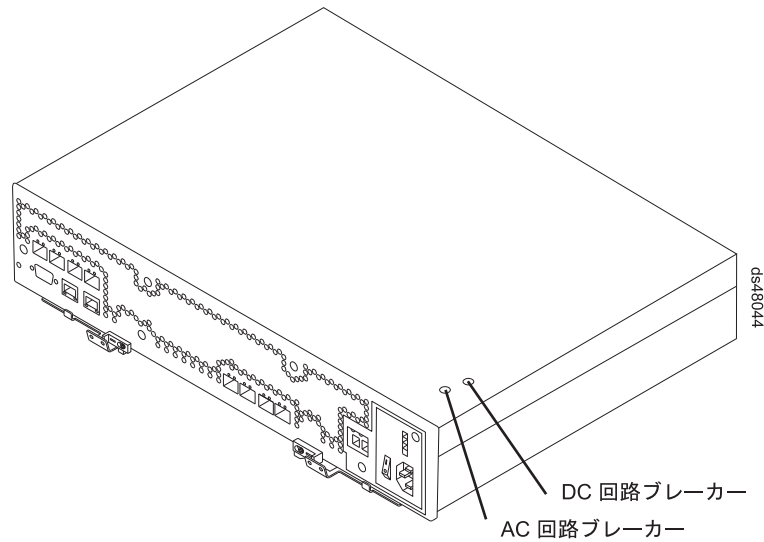

図 83. 回路ブレーカーのアクセス・ホール
8. コントローラーのカバーにある該当の穴を通して非導電性スタイラスを差し込み、静かに下に押します。AC 回路ブレーカーの上に穴が 1 つあり、DC 回路ブレーカーの上に 2 つ目の穴があります。(DC は、DS4800 について、現在サポートされていません。) 161 ページの図 83 は、コントローラー B のカバーにある回路ブレーカーのアクセス・ホールの位置を示します。
注: コントローラー A および B が DS4800 内のそれぞれのコントローラー・スロットに挿入されると、回路ブレーカーのアクセス・ホールの位置は、以下ようになります。コントローラー A で、回路ブレーカーのアクセス・ホールは、コントローラーの下部の左側にあります。コントローラー B で、回路ブレーカーのアクセス・ホールは、(161 ページの図 83 に示されているとおり)、コントローラーの上部の右側にあります。